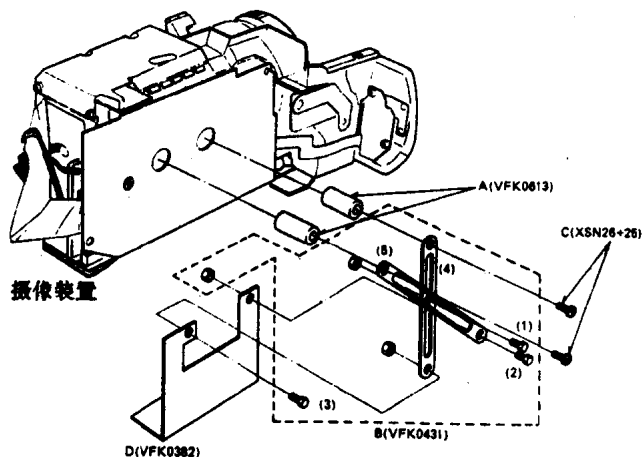

图 T2
- (3) 如图 T2 所示, 旋紧螺钉 (C), 使摄像机支架臂与支架垫套 (A) 固定。